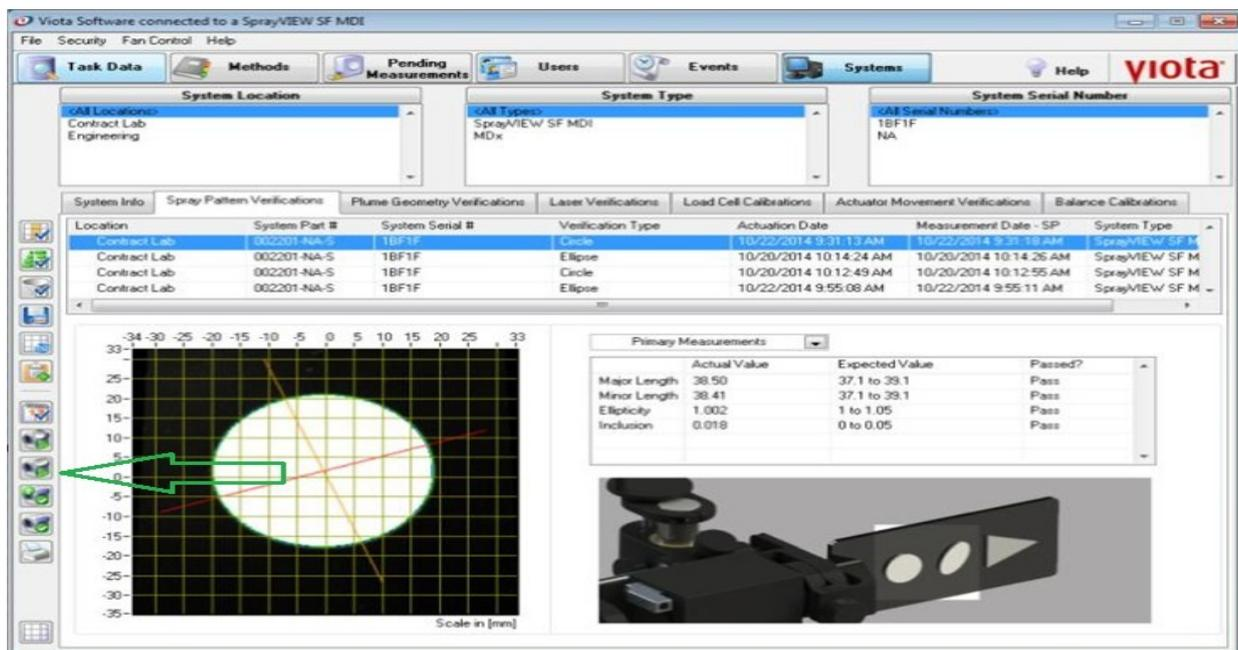

Figura 48: Botão de execução teste de elipse.
c) Clique no botão e siga as instruções na tela conforme Figura 48, e execute o teste de elipse *Ellipse Test*.
- e) Imprima um relatório de resultados do movimento do atuador estando no modo gráfico/tabular dividido, selecione o registro da tarefa e clique no botão *Printing Report* na aba que contém uma impressora conforme Figura 48. O relatório será gerado no formato PDF e inclui todas as informações relevantes do sistema e do usuário (por exemplo, nome de usuário, número(s) de série/produto), a imagem de verificação, resultados de todas as métricas testadas com base no teste específico (incluindo os limites dos critérios de aceitação) e o status do teste (por exemplo, aprovado ou reprovado).